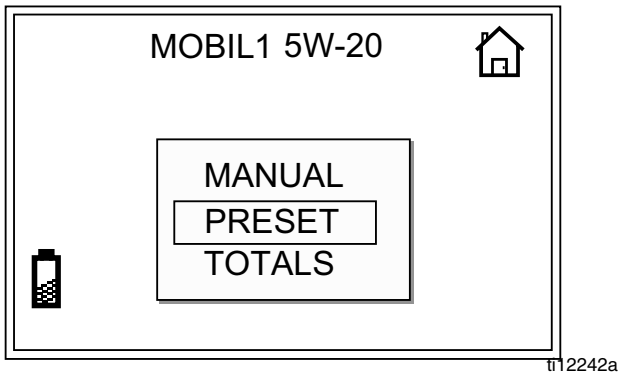

FIG. 24
1. Depuis l'écran d'accueil, utilisez les FLÈCHES HAUT ou BAS pour sélectionner PREREGLAGÉ (FIG. 24).